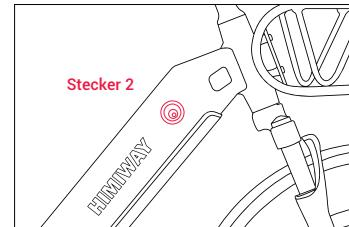

Abbildung 9
**Schritt 3:** Entfernen Sie die Gummiabdeckung der Ladebuchse und stecken Sie den Gleichstromstecker (Stecker 2) des Ladegeräts in die Akkuladebuchse (Abb. 9).